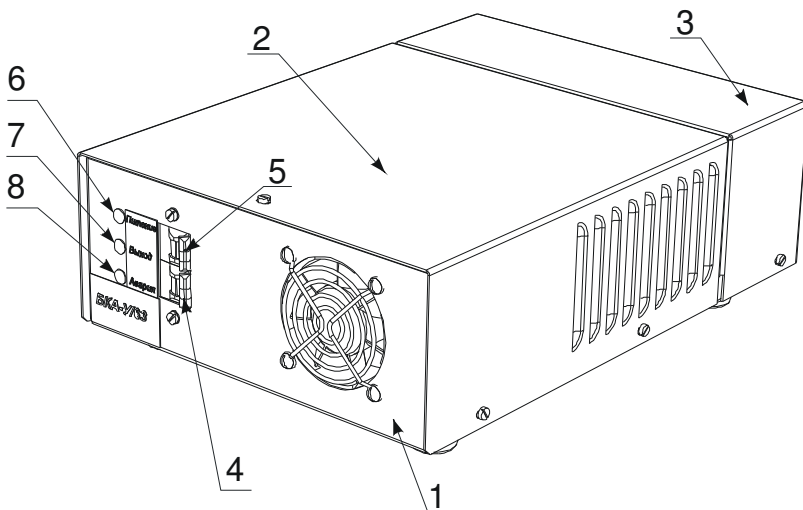

Рис.2
На лицевой панели корпуса размещены элементы управления, индикации и вентиляционное отверстие, закрытое защитной решеткой (Рис.2).
В качестве управляющего сигнала используется выход подключения нагрузки управляющего источника питания. При этом управляющий источник должен иметь встроенную защиту АКБ от глубокого разряда. Сигнал разрешения работы блока – высокий уровень (наличие напряжения питания на выходе подключения нагрузки управляющего источника питания), сигнал запрета работы блока – низкий уровень (отсутствие выходного напряжения питания на выходе подключения нагрузки управляющего источника питания). Включение/выключение блока осуществляется автоматическими выключателями 4 и 5 (см. Рис.2). Во включённом состоянии светится индикатор «Питание». При наличии управляющих сигналов светится индикатор «Выход» и осуществляется питание нагрузки от аккумуляторной батареи, индикатор «Авария» не светится.
Снимите кожух монтажного отсека поз.3 Рис.2 для доступа к элементам коммутации.
- ♦ Закройте кожух монтажного отсека поз.3 Рис.2.
- ♦ Включите автоматические выключатели поз.5,4 Рис.2, при этом индикатор «Питание» должен светиться. При достаточном заряде АКБ включатся индикатор «Выход», нагрузка подключается к АКБ.